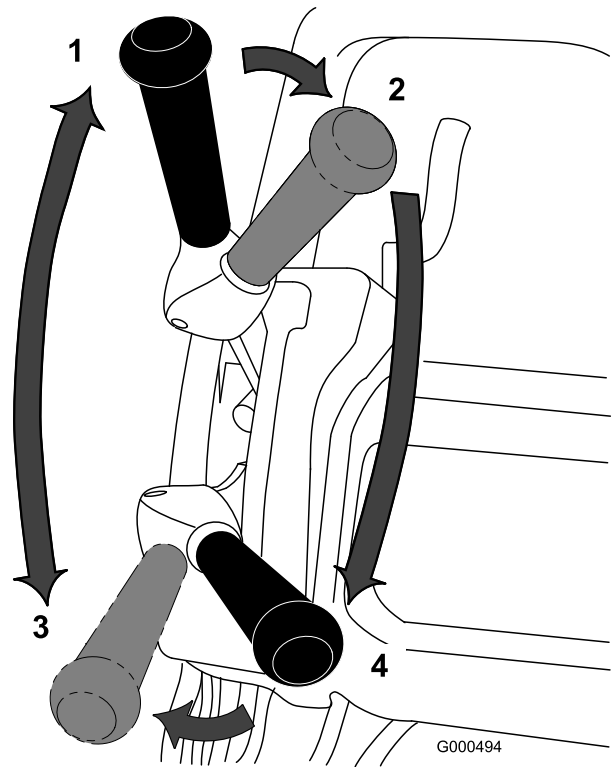

Bild 18
1. Starten Sie den Motor, stellen Sie den Gasbedienungshebel auf verringerte Geschwindigkeit, drücken Sie den Griff nach unten, um das Mähwerk anzuheben, schieben Sie den Fahrtriebshebel in die Stellung Aktiviert und transportieren Sie den Rasenmäher an eine Ecke der Rasenfläche (Bild 18).
2. Schieben Sie den Fahrtriebshebel auf die Stellung „Deaktiviert“ und kuppeln Sie den Spindeltriebshebel ein (Bild 18).
3. Schieben Sie den Fahrtriebshebel in die Stellung „Aktiviert“, geben Sie soviel Gas, bis der Rasenmäher die gewünschte Geschwindigkeit erreicht hat. Fahren Sie den Rasenmäher auf die Rasenfläche, lassen Sie den Rasenmäher vorne ab und starten Sie mit dem Mähen (Bild 18).